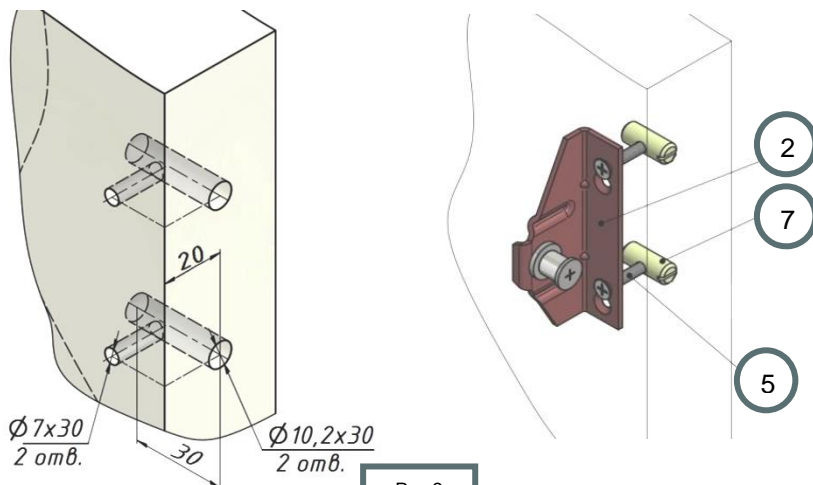

Рис.2
6. Разметить на торце двери места для гаек-бочонков **7** на одном уровне с отверстиями $\text{Ø}7\text{мм}$ (см рис.2).
8. Установить ригель **2** на дверь с помощью винтов **5** и гаек-бочонков **7** (см. рис.2).